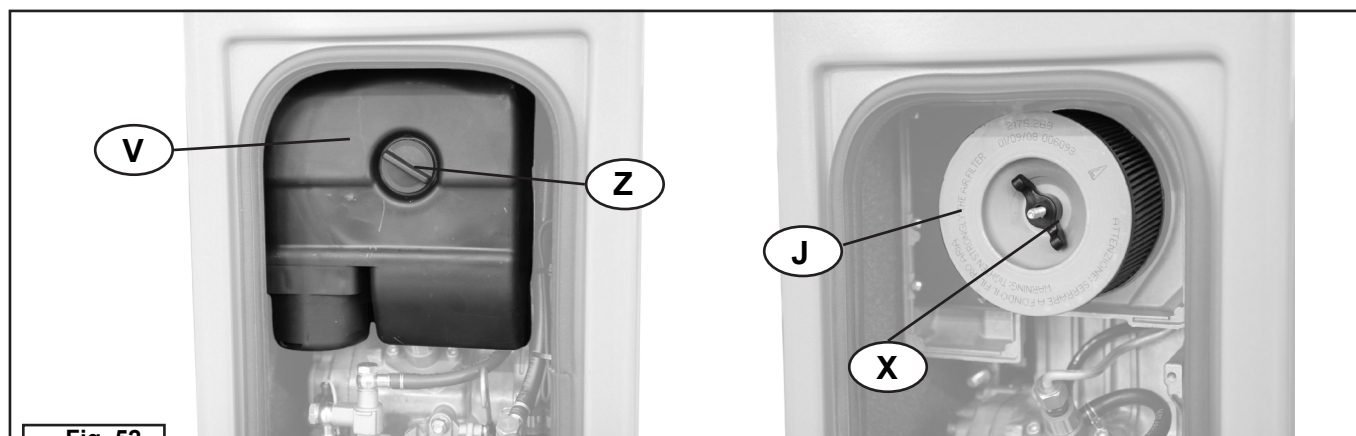

Fig. 52
20	Rimuovere il coperchio filtro aria (V), ruotando in senso antiorario il pomello (Z) (fig. 52).
21	Svitare e togliere il dado alettato (X) al fine di rimuovere la massa filtrante (J) (fig. 52).